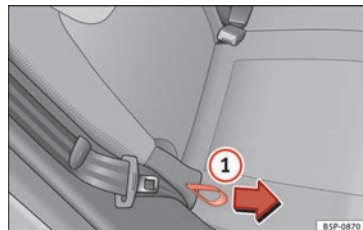

Abb. 80 Neigung der Rückenlehne einstellen.
- Halten Sie die Rückenlehne oben fest. Ziehen Sie die seitliche Zugschlaufe am Sitz » **Abb. 80** ① in Pfeilrichtung und halten Sie die Zugschlaufe in dieser Stellung. Drücken Sie die Rückenlehne in die gewünschte Stellung nach hinten und lassen Sie die Zugschlaufe los.